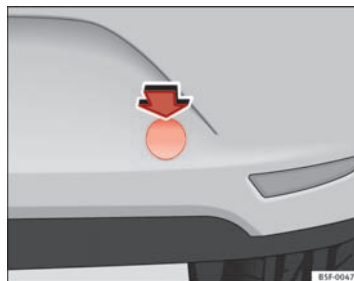

Fig. 129 Højre side af den bageste stødfanger: dækkappe
- Tryk *den øverste del* -pil- af afdækningen indad for at løsne den fra stødfangeren, og løft i den *nederste* del for at tage den af ⇒ Fig. 129.